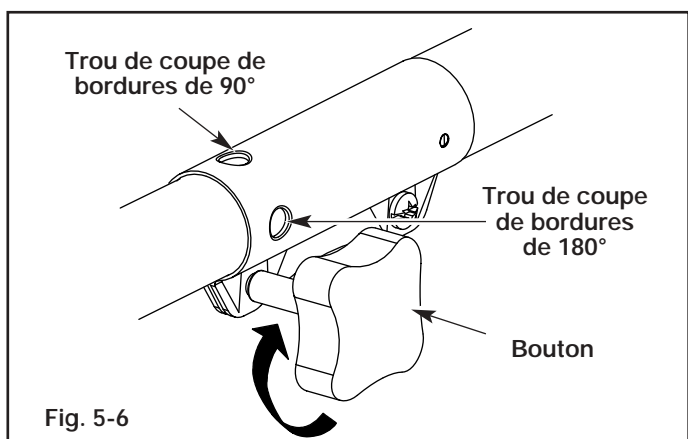

Fig. 5-6
3. Serrez le bouton en le tournant à droite (Fig. 5-6).
Pour couper les bordures à l'aide de la tête d'accessoire de coupe sur les modèle EZ-Link^{MD}, verrouillez le bouton de déclenchement de l'accessoire de coupe dans le **trou de 90° ou de 180°** (Fig. 5-6).